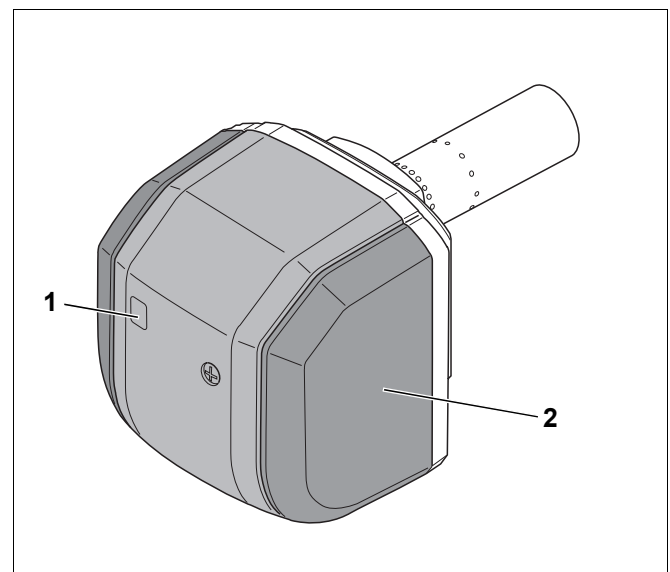

Abb. 2 Brenner
- Brennerhaube (Abb. 2, **Pos. 2**)
- Drücken Sie den Entstörtaster (Abb. 2, **Pos. 1**, Seite 3) ca. eine Sekunde lang, um den Brenner zu starten.
- Starten Sie den Brenner: Drücken Sie, nach ca. 30 Sekunden Wartezeit den Entstörtaster am Ölfeueungsautomaten (Abb. 2, **Pos. 1**, Seite 3) ca. eine Sekunde lang, um den Brenner wieder zu starten.